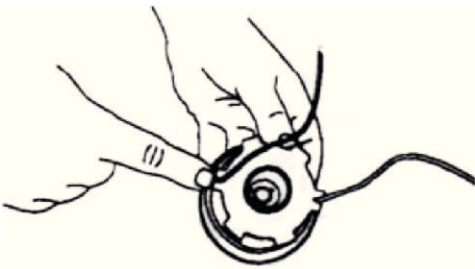

рис. 16
3. Вставьте каждый конец лески в соответствующий фиксирующий паз шпульки (**см. рис. 16**).